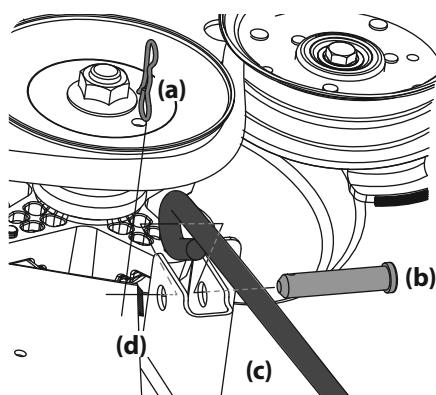

Figura 42
- b. Extraiga el tercer pasador con unión curva (a) del pasador de horquilla (b) que sujetla la varilla de control de la plataforma delantera (c) al soporte delantero de elevación de la plataforma (d). Extraiga los pasadores de horquilla (b). Consulte la Figura 42.